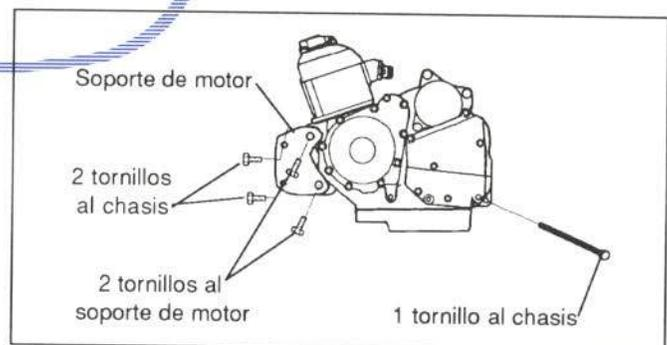

Figura 33.- Unión del motor
El motor va fijado tal y como se muestra en la figura 33.
- Motor (figura 33)